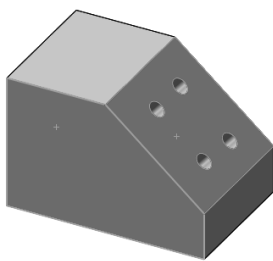

图 8-24 选择前面为左视
- [8] 在“第二方向”下, 选择另一视向为左视, 与第一方向正交, 选择前面为左视, 如图 8-24 所示。